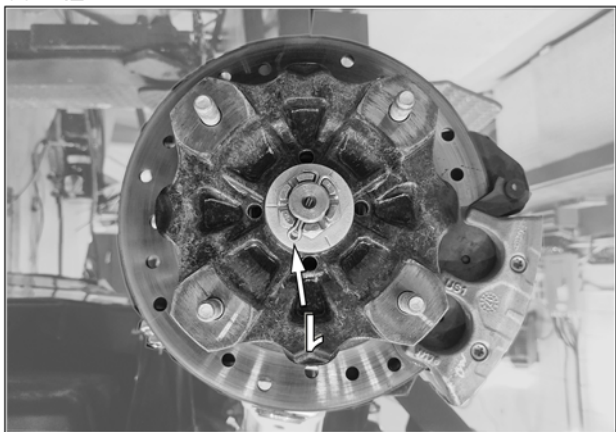

Fig. 20
10. S'assurer que la goupille fendue (1) ne produise aucune interférence lors de l'assemblage du moyeu du système. Le moyeu du système de traction doit se positionner sans résistance au moyeu du véhicule. Voir la Fig. 20